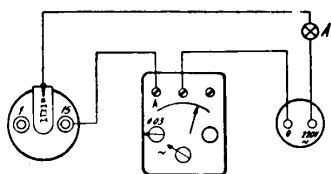

Bild 34-2.
- b) Sekundärlindningen kontrolleras enligt bild 34-2. Om lindningen är felfri skall strömförbrukningen uppgå till ca 20 mA. Observera att man genom denna mätning inte med säkerhet kan konstatera, att lindningen är felfri, eftersom en störning inte behöver visa sig enbart i strömförbrukningen.